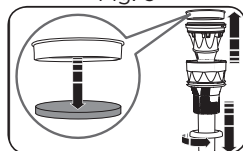

Fig. 6
2. Retire el conjunto del filtro y desármelo (Fig. 6).